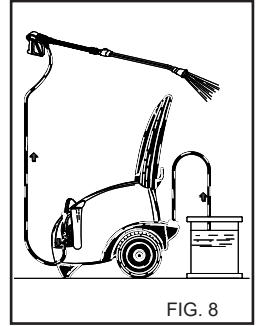

FIG. 8
Spør forhandleren din etter en vaskemiddelkatalog med oversikt over hvilke midler som kan brukes avhengig av type vaskejobb og flater som skal behandles. Etter å ha brukt et vaskemiddel må inntakskretsen for vaskemiddel skylles godt med rent vann, (fig. 8).
1) Etter bruk med vaskemiddel må vannsystemet med høyt trykk skylles. La pumpen gå i 1 minutt med doseringskranen lukket igjen. (fig. 8).
- 4) Etter bruk med vaskemiddel må vannsystemet med høyt trykk skylles. La pumpen gå i 1 minutt med doseringskranen lukket igjen. (fig. 8).